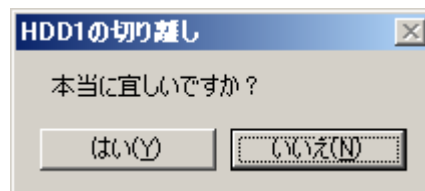

図 12-15 HDD 1 の切り離し最終確認メッセージ
- ④ 「はい」ボタンをクリックすると、さらに図 12-15 に示す最終確認メッセージが表示されます。ここで、「はい」ボタンをクリックすると当該 HDD は切り離されてオフライン状態となります。「ユーザーアカウント制御」の画面が表示された場合は、「はい」ボタンをクリックします。図 12-15 に示す最終確認メッセージまたは「ユーザーアカウント制御」の画面で「いいえ」をクリックすると、切り離し処理は行いません。